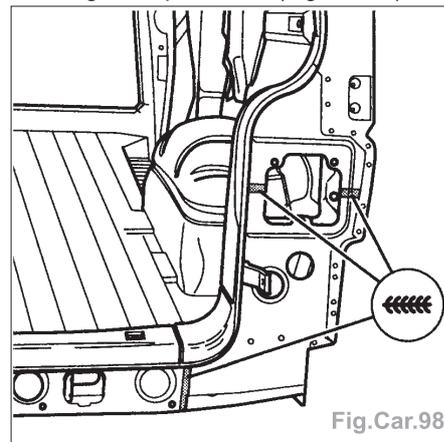

Fig.Car.98
- Effectuer la soudure en bord à bord des zones d'accostage en cordon continu sous gaz de protection (Fig.Car.98).